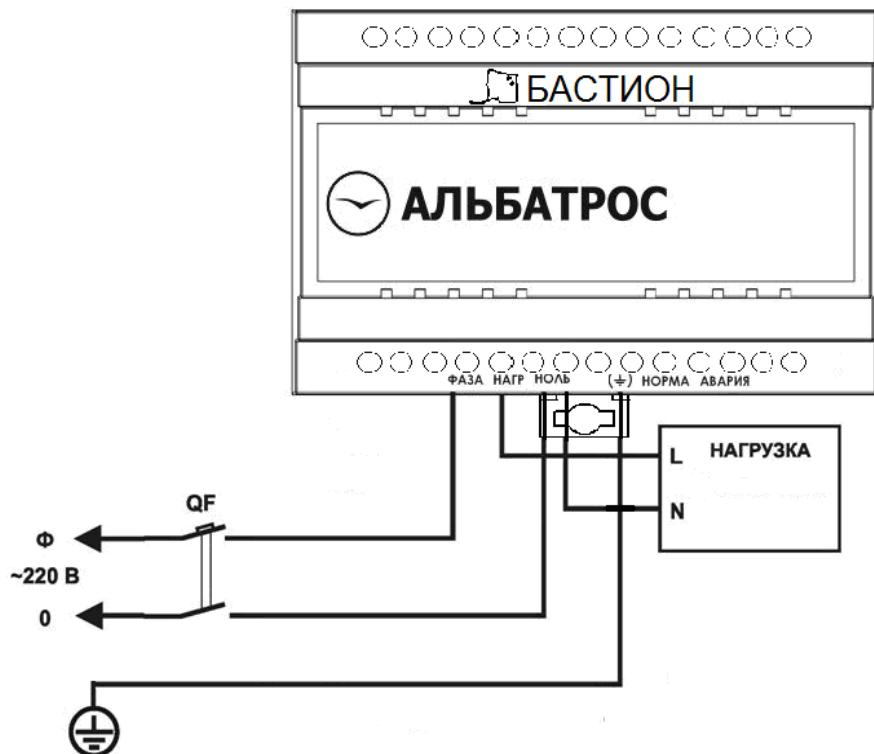

Рисунок 3 – Схема подключения изделия и нагрузки 2-го класса
Через автоматический выключатель QF, рассчитанный на ток 6А подключите блок и нагрузку в сеть, руководствуясь схемой (см. рисунок 3, 4). При подключении блока следите за тем, чтобы автоматический выключатель находился в выключенном состоянии.
- Проверьте правильность произведенного подключения (см. рисунок 3,4).